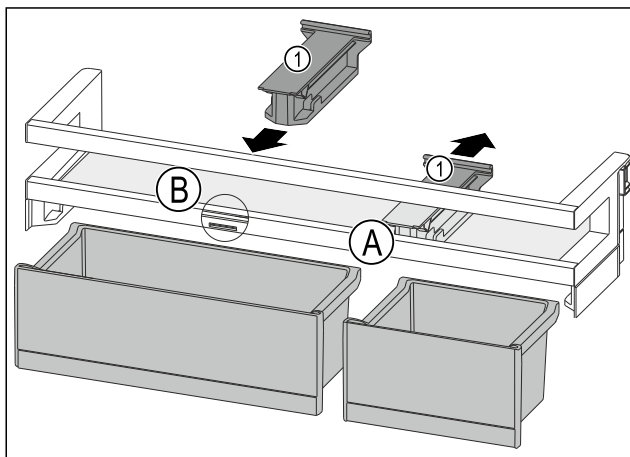

Fig. 189
- Largoni nga prapa pjesën mbajtëse Fig. 189 (1) në pozicionin Fig. 189 (A).
- Vendosni pjesën mbajtëse Fig. 189 (1) në pozicionin Fig. 189 (B).